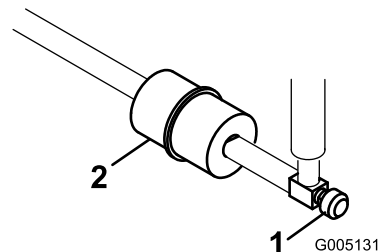

Bild 33
Der Kraftstofffilter befindet sich in der Kraftstoffleitung zwischen dem Tank und dem Vergaser (Bild 33).
1. Schließen Sie den Kraftstoffhahn (Bild 33).
2. Legen Sie eine Ablaufwanne unter den Filter, lockern die Schlauchklemme an der Vergaserseite des Filters und ziehen Sie die Kraftstoffleitung vom Filter ab (Bild 33).
3. Lösen Sie die andere Schlauchklemme und entfernen den Filter (Bild 33).